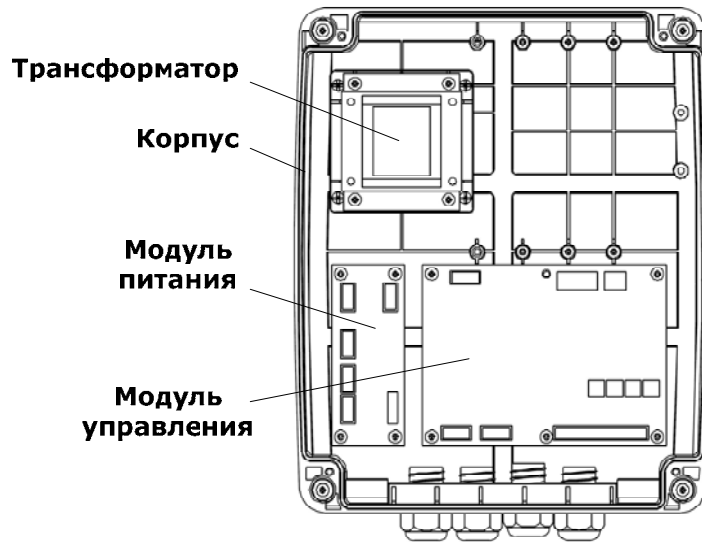
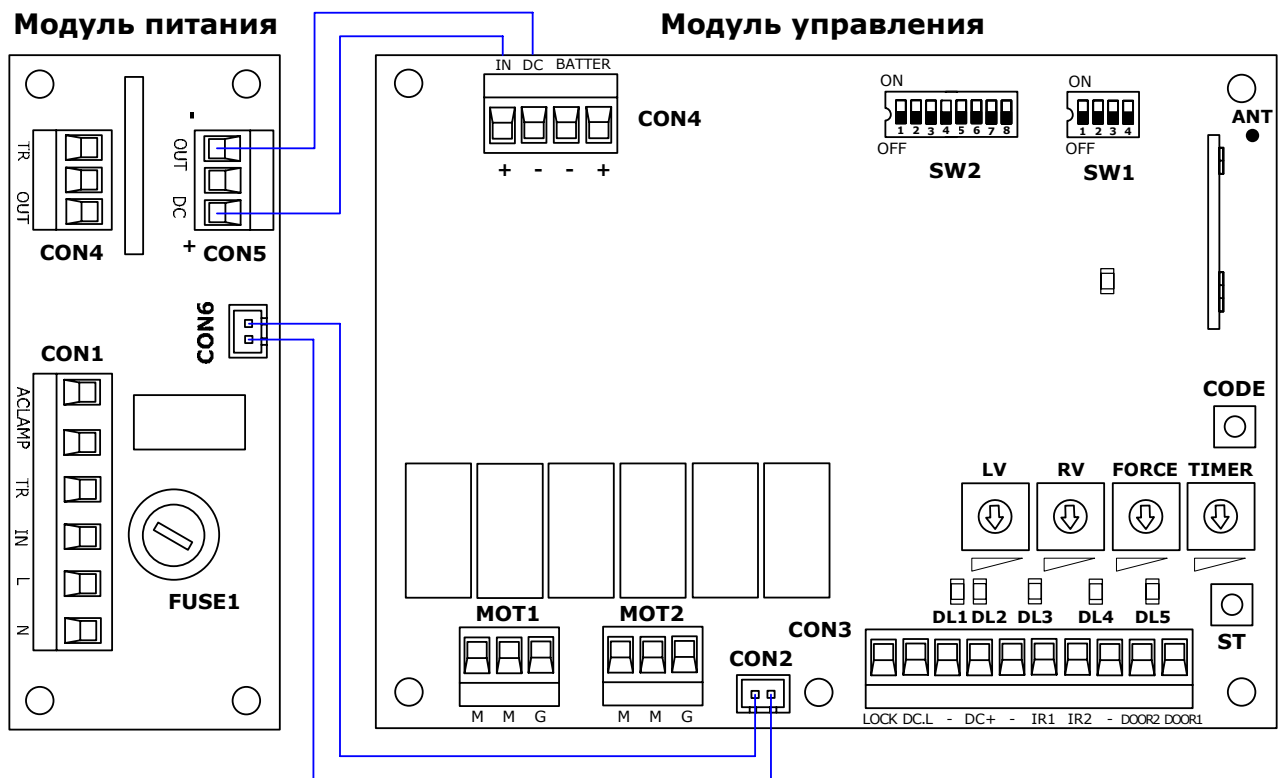

Рис. 9. Блок управления FA70-600 (со снятой крышкой)
Рис. 10. Модули блока управления
Блок управления FA70-600 осуществляет управление работой всех подключенных к нему электрических компонентов. Блок управления (Рис. 9) состоит из корпуса, трансформатора, модуля питания и модуля управления (Рис. 10).
К блоку управления привода могут подключаться другие устройства, отличные от вышеуказанных, например, универсальный приемник радиуправления и др. Цепи питания дополнительных устройств могут быть подключены к клеммам «IN» и «DC» (Рис. 10) разъема CON4 модуля управления блока управления (или «DC» и «OUT» разъема CON5 модуля питания блока управления), номинальное напряжение на которых 24В постоянного тока.
В качестве резервного источника питания может быть подключен аккумулятор (аккумуляторная батарея) 24В/5А·ч к клеммам «BATTERY» разъема CON4 модуля управления (Рис. 10). Блок управления привода автоматически осуществляет переход на работу от аккумулятора при отсутствии питания электрической сети (основное питание) и автоматически осуществляет возврат к питанию электрической сети при его возобновлении. Блок управления осуществляет заряд аккумулятора, продолжительность зарядки – 30 часов.
- Установите DIP-переключатель **SW2 №8** модуля управления в положение "ON" (Рис. 10).
Настройка параметров работы привода осуществляется с помощью DIP-переключателей и потенциометров (Рис. 10) модуля управления.